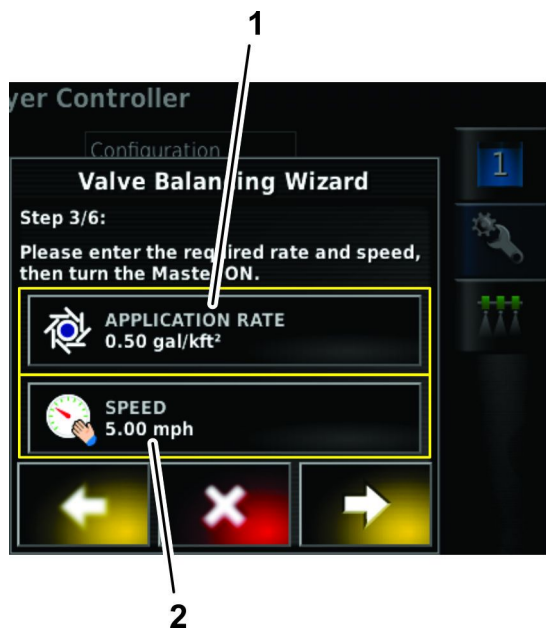

Рисунок 49
4. На этапе 3 мастера балансировки клапанов, если вам необходимо установить другие нормы внесения, нажмите на значок нормы внесения (Рисунок 49).
6. На этапе 3 мастера балансировки клапанов, если вам необходимо установить другую скорость движения опрыскивателя, нажмите на значок скорости (Рисунок 49).